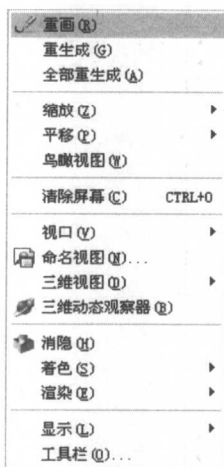

图 1-1-2
(1) 视图: 视图菜单命令主要包含图形重生成、视图的更改、三维视图的观察、三维实体的着色与消隐及命令文本窗口的显示、工具栏自定义对话框等, 效果如图 1-1-2 所示。